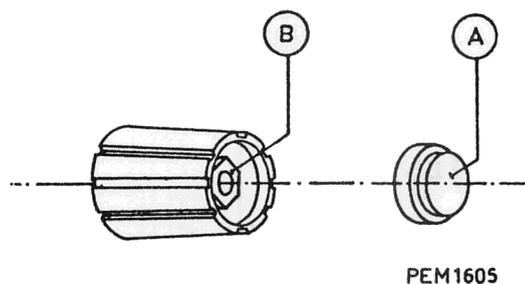

Fig. 30. Retrait des boutons
B. RETRAIT DES BOUTONS (voir la fig. 30)